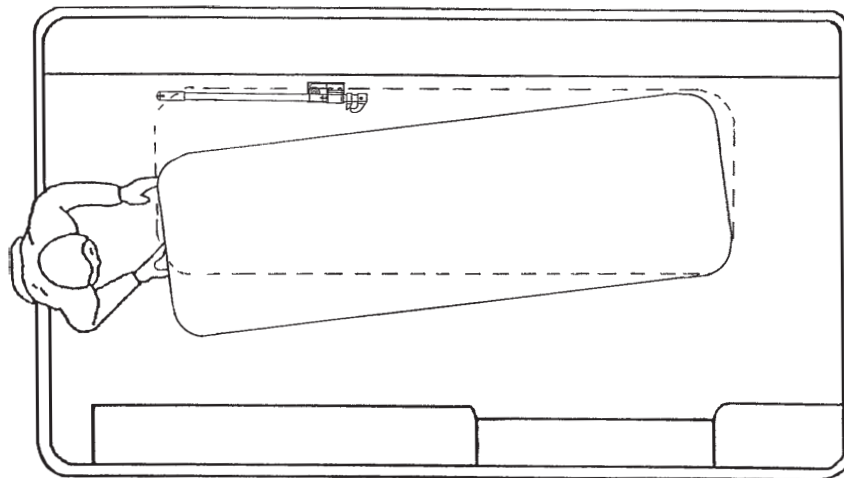

Figura 24 – Guía de la camilla hacia la sujeción
1. Retire la abrazadera de raíl (A) y el conjunto del raíl (B) de los orificios de montaje existentes.
2. Desplace la abrazadera de raíl y el conjunto del raíl hacia el conjunto de orificios que alinean las mordazas de la sujeción (C) con el poste de la camilla.
- Nota** - No solape la etiqueta de límite de ajuste (D) en el conjunto del raíl.
- Empuje el mango del raíl (E) hacia adelante hasta que el botón de liberación se enganche y las mordazas se bloqueen en la posición abierta.
- Guíe la camilla hacia la sujeción con un ligero ángulo conectando las ruedas de carga con el cuerno uno cada vez (Figura 24).